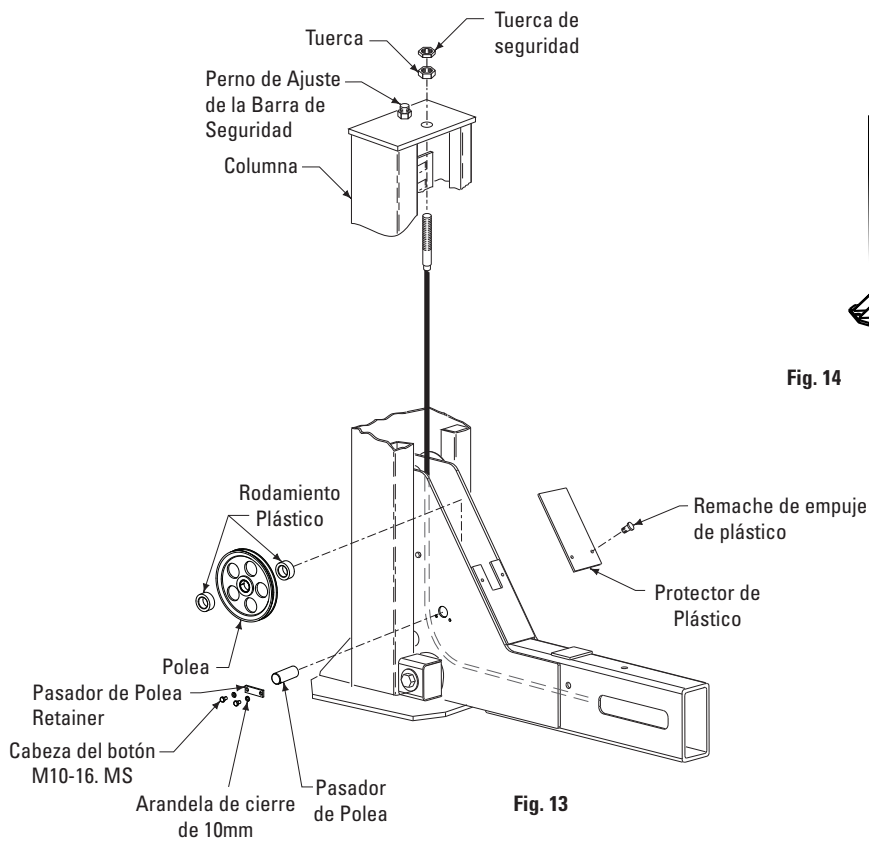

Fig. 13
10. **Instalación de la polea delantera:** Instale las poleas del extremo del yugo y los cojinetes de plástico. Un cojinete de plástico se coloca entre cada lado de la polea y los espaciadores de la polea, Fig. 13, también vea el recuadro en la Fig. 9. Retenga el pasador de la polea con 2 pernos M10-16 y un sujetador del pasador de la polea. Asegúrese de que el cable esté ubicado en la ranura de la polea.
11. **Instalación del cable:** Fije cada cable a la placa superior de la columna con tuercas, contratuercas y arandelas, Fig. 13. Instale el protector de la polea de plástico en cada extremo del yugo.